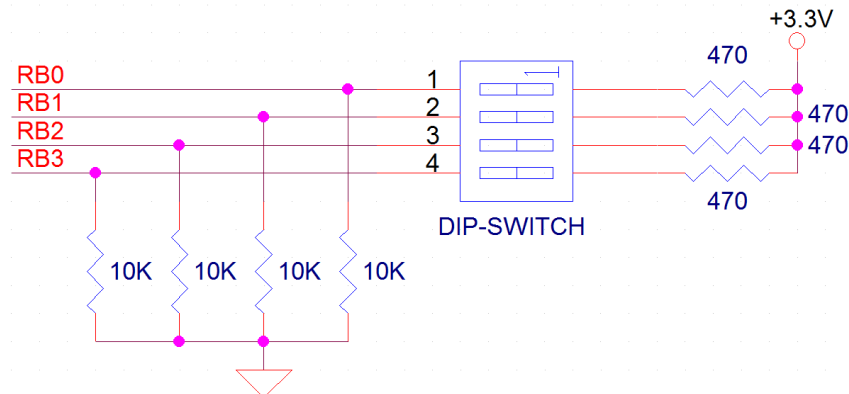

Figura 5. *Dip-switch* de 4 posições ligado a 4 bits do porto B.
8. Escreva um programa que leia o valor do *dip-switch* de 4 bits (Figura 5), faça a conversão para o código de 7 segmentos respetivo e escreva o resultado no *display* menos significativo (não se esqueça de configurar previamente os portos RB0 a RB3 como entradas).